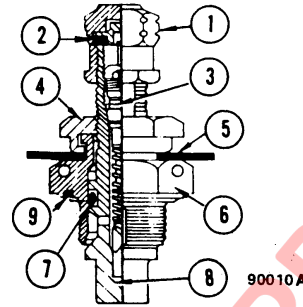

FIGURA 6-6. VALVULA DE CARGA
3. Saque la tapa de la válvula de carga (1, Figura 6-6). Gire la tuerca hexagonal pequeña (4) tres giros completos en sentido contrario a las manecillas del reloj.